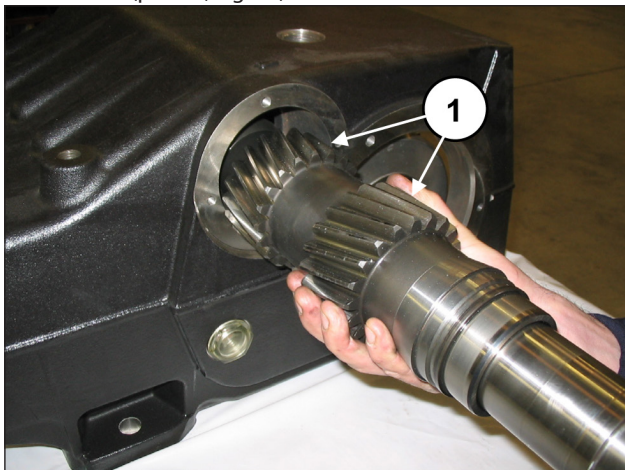

Fig. 56
Insira o eixo PTO pré-montado no interior do carter (pos. ①, Fig. 56), inserindo-o do lado oposto em que foram pré-montados no anel externo do rolamento e a bússola de lubrificação dos rolamentos.
A inserção do eixo PTO no carter deve ser efetuada, de modo que os dentes fiquem voltados como na Fig. 56.